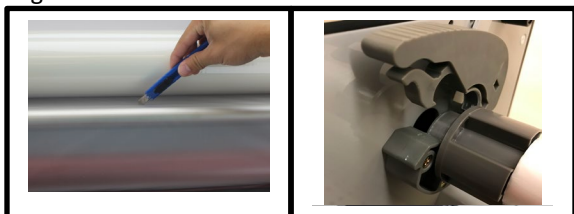

Figure 13
Étape 2 : Si un nouveau rouleau de pellicule doit être inséré dans la machine, découpez les enroulements de pellicule supérieur et inférieur de l'ancien rouleau, situés entre les rouleaux de pellicule et les barres du rouleau de compensation (Fig. 13)
Étape 3 : **Pinnacle EZload** Levez les quatre leviers sur les SELLES D'APPUI, puis retirez les anciens rouleaux de pellicule. (Fig. 13)